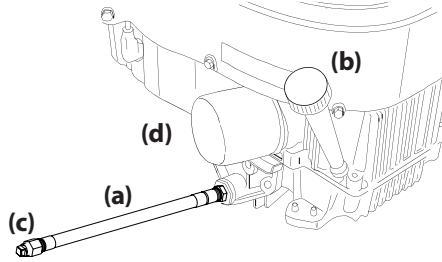

Figura 39
3. Mientras sostiene el extremo libre de la manguera de drenaje de aceite sobre el recipiente de recolección de aceite, desenrosque el tapón con cabeza cuadrada de la manguera (c) del extremo de la manguera de drenaje de aceite. Consulte la Figura 39.